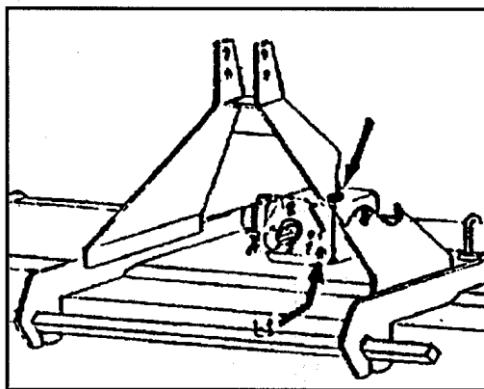

Fig.14
Após as primeiras 50 horas de trabalho é necessário mudar o óleo do cárter superior (1). Para isso retire o bujão (b1, fig. 14) de modo a fazer a descarga. Para que o óleo escorra mais rapidamente remova a tampa (1, fig. 14). Coloque novamente o bujão e encha com um litro de óleo.